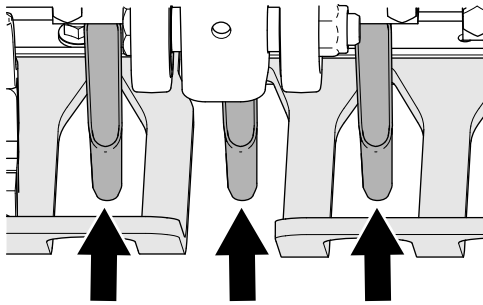

Bild 44
4. Prüfen Sie, ob die Schlitz- der Rasenschutz- vorrichtungen mittig zu den Tines ausgerichtet sind (Bild 44).